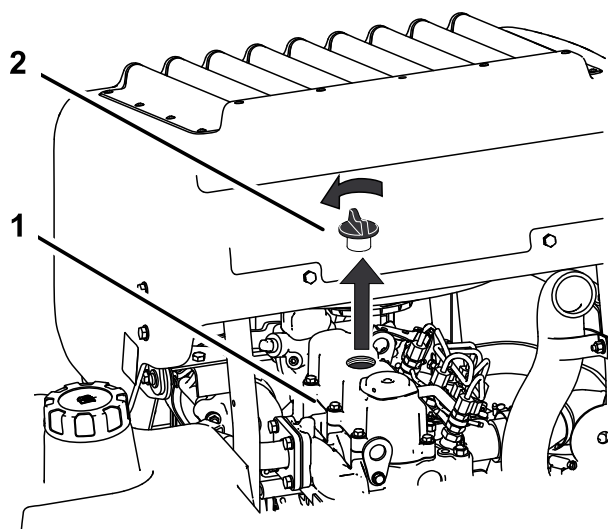

Figure 55
6. Retirez le bouchon de remplissage d'huile en haut du moteur (Figure 55).
2. Remettez le bouchon de remplissage et la jauge en place (Figure 55).